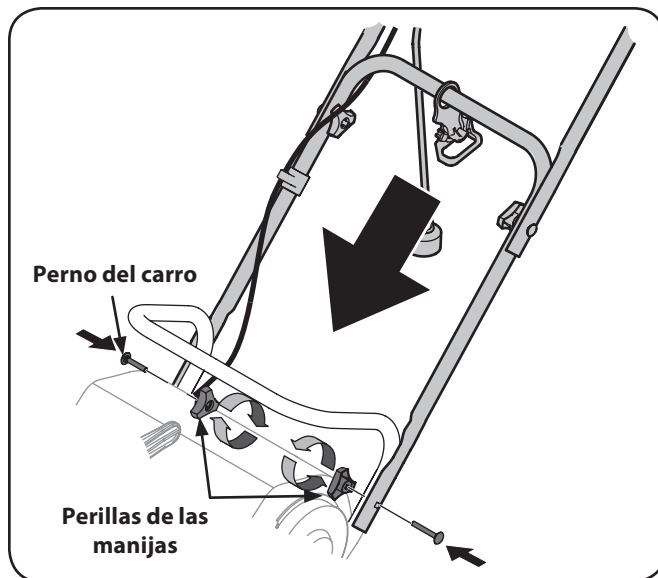

Figura 3-4
4. Coloque las manijas intermedia y superior sobre la manija inferior. Consulte Figura 3-4.
5. Inserte las perillas de aleta y el perno del carro y apriete para asegurar la manija superior y la manija intermedia a la manija inferior. Consulte la Figura 3-4.